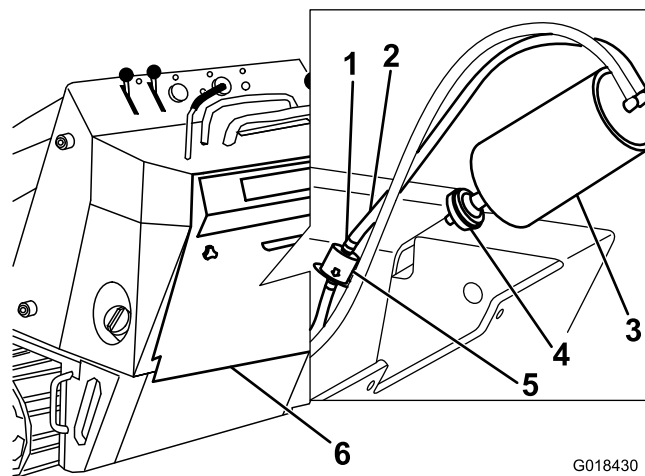

Figure 33
- Déposez et mettez au rebut le filtre à air à charbon actif (Figure 33).
- Posez un filtre neuf sur le filtre à charbon actif (Figure 33).
4. Éloignez les colliers à ressort situés de chaque côté du filtre à charbon actif du conduit de purge (Figure 33).
5. Déposez et mettez au rebut le filtre du conduit de purge (Figure 33).
6. Posez un filtre neuf dans le flexible en orientant la flèche située sur le filtre dans la direction opposée au filtre à charbon actif et fixez-le en place avec les colliers (Figure 33).